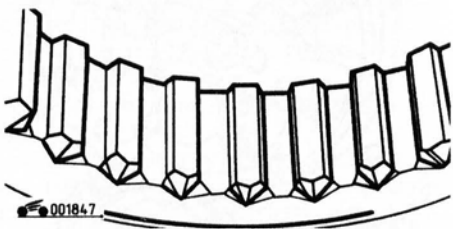

Рис. 5.21. Скошенные зубья на скользящей муфте синхронизатора должны быть направлены к шестерне V передаче
25. Установите ступицу синхронизатора так, чтобы скошенные зубья на скользящей муфте были направлены к шестерне V передачи (рис. 5.21).